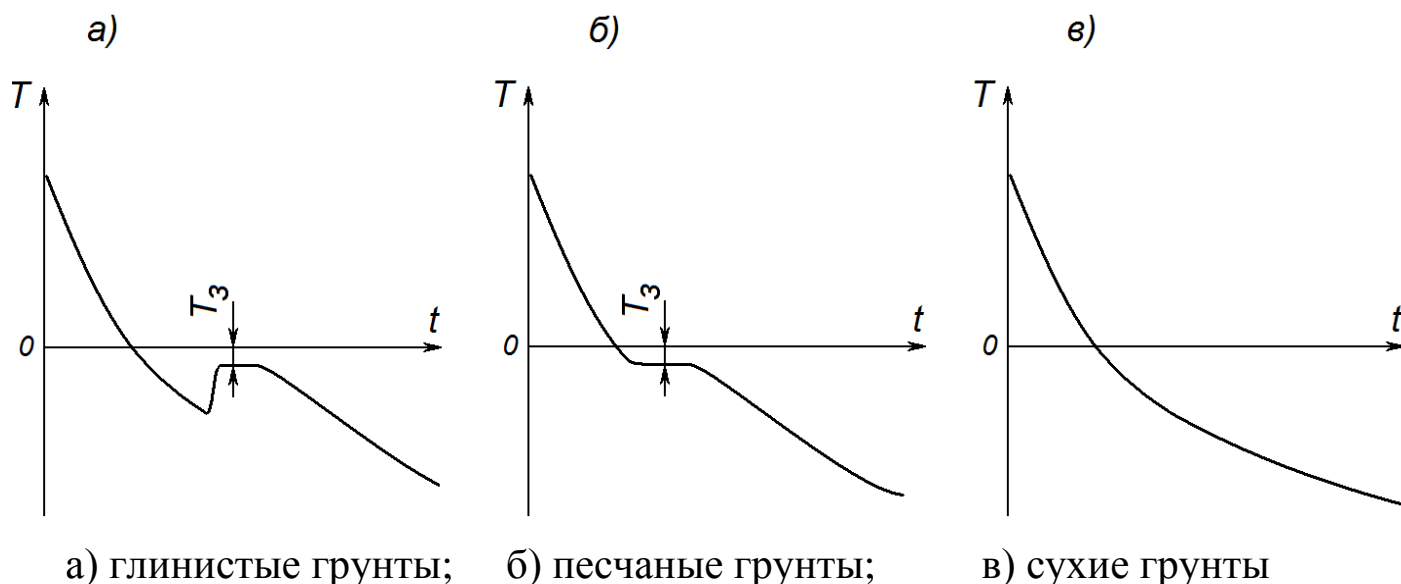

Рисунок 4 – Графики изменения температуры от времени при замораживании различных грунтов
2.5.4.1 Температура начала замерзания грунта определяется по изменению температуры грунта в процессе замерзания (рисунок 4). Характер изменения температуры зависит от состава грунта, влажности и наличия в составе грунта соли. Температура начала замерзания грунта характеризуется постоянной во времени температурой грунта (полочка).
Участок графика параллельный оси времени t (рисунок 4а, 4б) характеризует резкий переход большей части воды в лед. Время, в течение которого температура грунта остается одной и той же (длина полочки), зависит от влажности грунта. В грунте с малым содержанием влаги полочка отсутствует и температуру замерзания такого грунта определить невозможно (рисунок 4в).